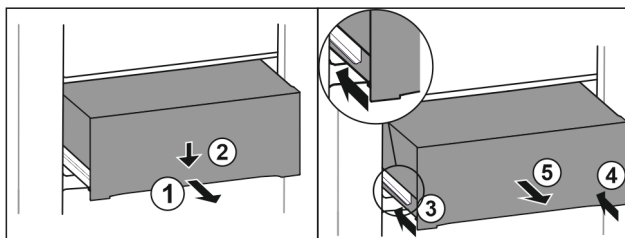

Fig. 119
- ▶ Schubfach halb herausziehen. *Fig. 119 (1)*
- ▶ Schubfach an der Vorderseite nach unten drücken. *Fig. 119 (2)*
- ▶ Linke Schiene etwa 2 cm einschieben. *Fig. 119 (3)*
- ▶ Rechte Schiene etwa 2 cm einschieben. *Fig. 119 (4)*
- ▶ Schubfach nach vorne entnehmen. *Fig. 119 (5)*